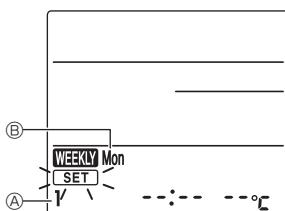

Fig. 1
① Appuyez sur la touche [EDIT] lorsque l'appareil fonctionne ou est à l'arrêt. [SET] clignote. (Fig. 1)
① Appuyez sur la touche [1~4] pour sélectionner le numéro du modèle de réglage. À chaque fois que vous appuyez sur la touche [1~4], le numéro de modèle ④ change dans l'ordre suivant : 1 → 2 → 3 → 4.
① Appuyez sur la touche [DAY] pour sélectionner le jour de la semaine à régler. À chaque fois que vous appuyez sur la touche [DAY], le jour de la semaine ② change dans l'ordre suivant : Mon (lundi) → Tue (mardi) → Wed (mercredi) → Thu (jeudi) → Fri (vendredi) → Sat (samedi) → Sun (dimanche) → All days (Tous les jours).